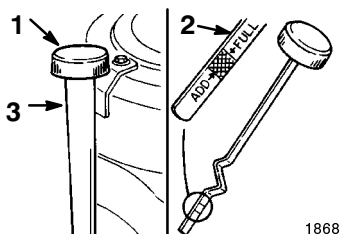

Bild 15
3. Reinigen Sie den Bereich um den Ölpeilstab herum (Bild 15), damit kein Schmutz in den Einfüllstutzen gelangen und so den Motor beschädigen kann.
4. Schrauben Sie den Ölpeilstab los und wischen das Metallende ab (Bild 15).
5. Schrauben Sie den Ölpeilstab vollständig in das Einfüllrohr (Bild 15). Schrauben Sie den Peilstab wieder los und kontrollieren das Metallende. Gießen Sie, wenn der Ölstand zu niedrig ist, nur so viel Öl langsam in das Einfüllrohr, dass der Ölstand die Voll-Markierung erreicht.
7. Gießen Sie ca. 80% der angegebenen Ölmenge langsam in das Einfüllrohr (Bild 15). Kontrollieren Sie den Ölstand. Siehe Prüfen des Ölstands, Seite 21, Schritte 4–5.
5. Gießen Sie ca. 80% der angegebenen Ölmenge langsam in das Einfüllrohr (Bild 15). Kontrollieren Sie den Ölstand; siehe Prüfen des Ölstands, Seite 21, Schritte 4–5.